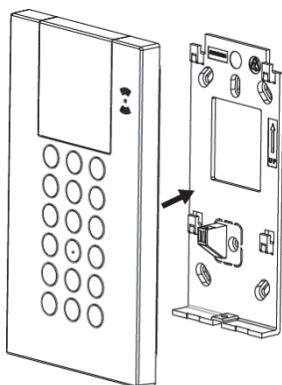

Figura 4
5. Montare la tastiera sulla staffa di fissaggio (vedi Figura 4).